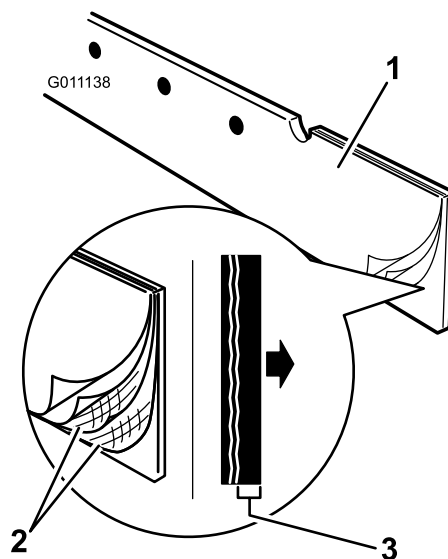

Figura 5
6. Posizionate il parasabbia in modo tale che il bordo di gomma venga a trovarsi in posizione frontale e la parte rinforzata in fibra della sezione trasversale sia rivolta verso dietro (Figura 5).